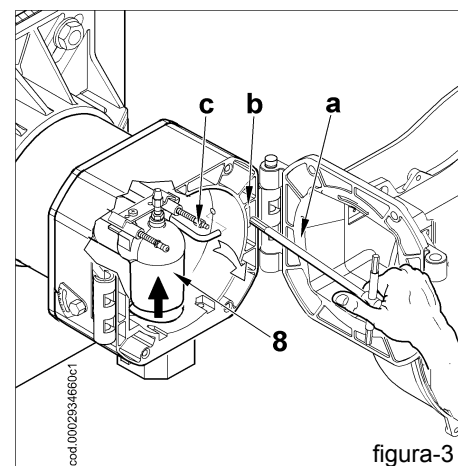
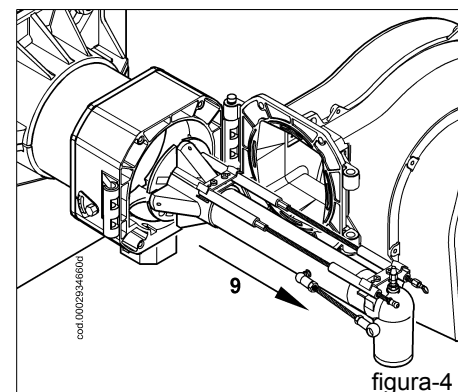

figura-3
figura-4
Dopo aver sfilato i cavi di accensione e ionizzazione (3) dai terminali dei rispettivi elettrodi, svitare completamente il dado (4) e avvitare la vite (5), facendola avanzare all'interno del raccordo mandata gas (8) di figura 3 per un tratto sufficiente a garantire il successivo smontaggio del gruppo miscelazione.
Sollevarlo leggermente il raccordo mandata gas (8) (figura 3), e sfilare l'intero gruppo miscelazione nella direzione indicata dalla freccia (9) di figura 4. Completate le operazioni di manutenzione, procedere con il rimontaggio della testa di combustione, seguendo a ritroso il percorso sopra descritto, dopo aver verificato la corretta posizione degli elettrodi di accensione e di ionizzazione (vedi 0002935020).